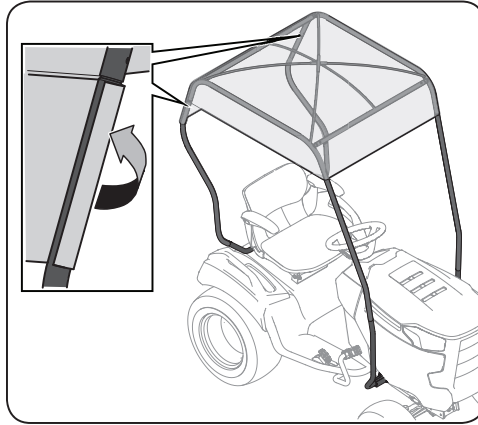

Figure 3-9
- Il y a deux sangles sur le rabat en maille arrière du pare-soleil. Envelopper ces derniers autour des supports arrière et les fixer comme illustré à la Figure 3-9.